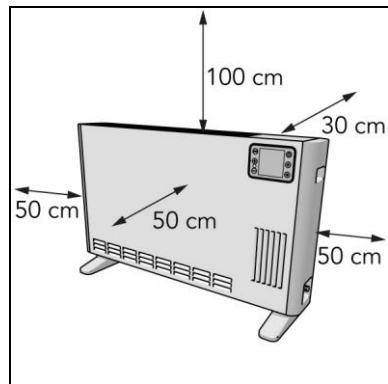

Abbildung 9
5. Platzieren Sie das Gerät mit einem Mindestabstand (Abbildung 9) von: